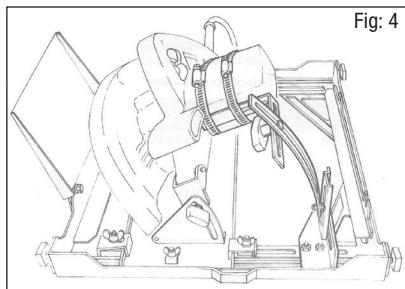
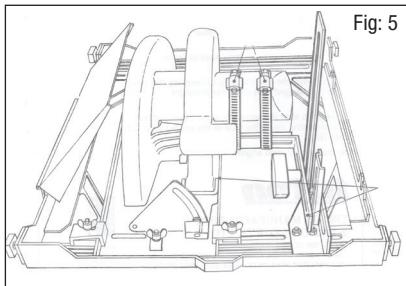

Fig: 4
Fig: 5
- Antes de apretar todos los elementos de fijación, compruebe que se puede ajustar la sierra a través de su amplio rango de corte, tanto en cuanto a la profundidad como al ángulo de corte. Tenga en cuenta que la correa ranurada (C) ha sido diseñada para doblarse un poco cuando la sierra tenga un ángulo de corte en bisel, véase la Fig. 4.
- Si la sierra se puede ajustar fácilmente a través de toda su rango de corte, afloje el tornillo de cabeza en T y apriete las bridas (D). No las apriete en exceso ya que las bridas podrían dañar la cubierta del motor.
- Además, asegúrese de que el brazo del soporte del motor (E) que se extiende hacia adelante esté paralelo a la zapata de la sierra, véase Fig. 5. Si no está paralelo, quite el soporte y en su lugar y doble ligeramente el soporte, o utilice un calzo delgado en un lado entre la almohadilla amortiguadora de goma y el soporte.
- Vuelva a apretar el tornillo de cabeza en T (G), comprobando que la correa ranurada (C) se mantiene en posición vertical, y que el brazo extendido del soporte del motor de la sierra (E) no se dobla o distorsiona a medida que aprieta el tornillo.
12. Finalmente, apriete las tuercas que fijan la base de soporte (A) al chasis deslizante.